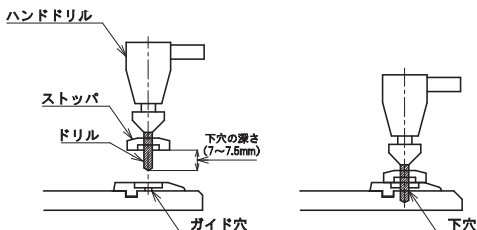

図92 下穴加工
- ④ 専用のストップ付ドリルの下穴深さが7～7.5mmであることを確認したあと、切管用挿しロリング (継ぎ輪用) のガイド穴に合わせて、切管用挿しロリング (継ぎ輪用) および挿し口に所定の深さの下穴を加工する (図92)。加工終了後は切屑を下穴から除去する。